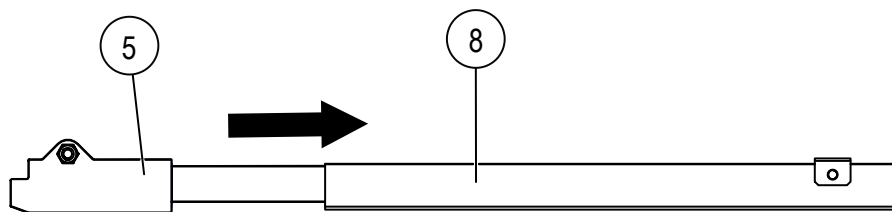
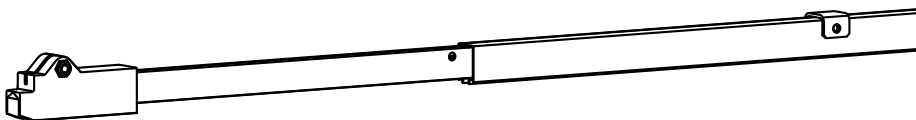

Abb. 22: Isolierprofil (Pos. 8) aus der Endkappe (Pos. 5) schieben
Abb. 23: Die Bohrungen der Stromschiene liegen frei
- Das Isolierprofil (Pos. 8) aus der Endkappe (Pos. 5) herausziehen (siehe Abb. 22), bis die Bohrungen in der Stromschiene frei liegen (siehe Abb. 23).